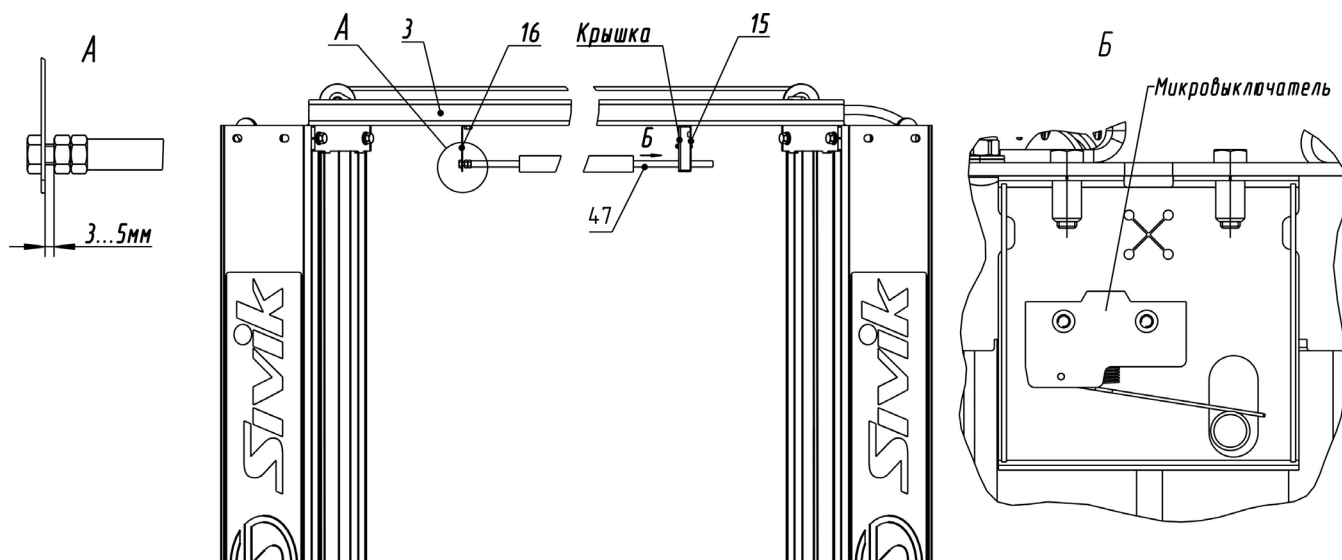

Рисунок 6.8 – Системы автоматического отключения привода насосной станции при касании автомобиля ограничительной дуги
6.12.2 Установить на перекладину 3 кронштейны 15 и 16 с помощью болтов М6х20 и гаек М6 (рисунок 6.8). Ограничительную трубку 47 продеть через кронштейн 15 (при этом флажок микровыключателя должен быть над ограничительной трубкой) (рисунок 6.8 вид Б). Другой конец ограничительной трубки закрепить с помощью болта М8х25 и контргайки М8, выдержав зазор 3...5 мм между контргайкой и кронштейном 16 (рисунок 6.8 вид А). Короткий кабель, выходящий из кронштейна 15 соединить с длинным кабелем, идущим в